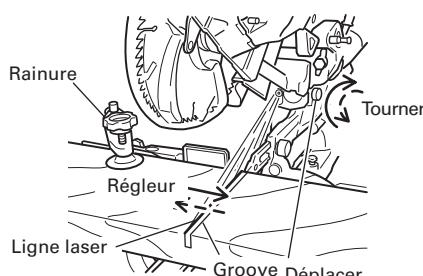

Fig. 22
(1) Allumer le marqueur laser et marquer une rainure de 3/16" (5mm) environ de profondeur sur la pièce qui a une hauteur de 25/32" (20mm) et une largeur de 5-29/32" (150mm). Maintenir la pièce rainurée dans un étai telle qu'elle est et ne pas la déplacer. Pour réaliser la rainure, se reporter à "11. Procédures de coupe d'encoche, page 54.
(2) Cela fait, tourner le régleur et décaler la ligne laser. (Quand on tourne le régleur dans le sens des aiguilles d'une montre, la ligne laser se décale vers la droite et quand on tourne le régleur dans le sens contraire des aiguilles d'une montre, la ligne laser se décale vers la gauche.) Si on travaille avec la ligne tracée à l'encre sur le côté gauche de la lame de scie, il faut aligner la ligne laser avec le côté gauche de la rainure. (Fig. 22) Si on travaille avec la ligne tracée à l'encre sur le côté droit de la lame de scie, il faut aligner la ligne laser avec le côté gauche de la rainure.
(3) Après avoir réglé la position de la ligne laser, tracer à l'encre une ligne à angle droit sur la pièce et aligner la ligne tracée à l'encre et la ligne laser. Pour aligner la ligne tracée à l'encre, faire glisser la pièce petit à petit et la maintenir dans un étai à l'endroit où la ligne laser chevauche la ligne tracée à l'encre. Effectuer un autre rainurage et vérifier la position de la ligne laser. Pour changer la position de la ligne laser, effectuer à nouveau les réglages prévus aux opérations (1) à (3).